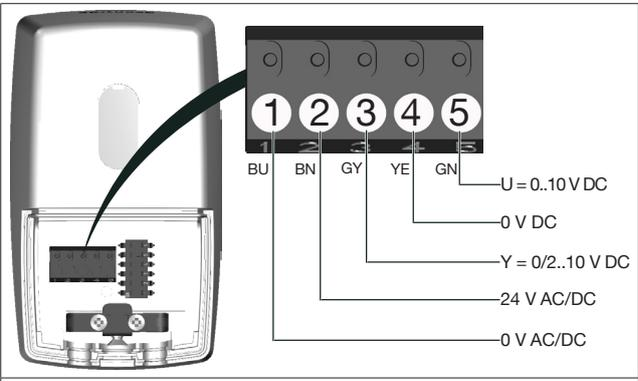

Abb. 5: Anschlussbelegung stetige Ansteuerung
- ▶ Stellen Sie die Anschlussbelegung her (siehe Abb. 5).
(1)	0 V AC/DC	blau (BU)
(2)	24 V AC/DC	braun (BN)
(3)	0 V oder 24V AC/DC	grau (GY)